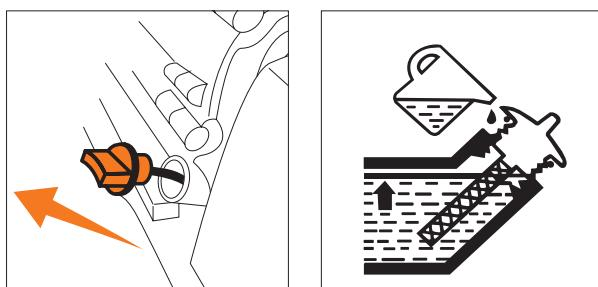

Рис. 17
- Отверните крышку маслоналивной горловины (Рис. 17) из картера двигателя, достаньте щуп.
- Если уровень масла меньше нижней линии (L) на щупе, долейте масло до верхней линии (H) в картер двигателя через маслоналивную горловину.